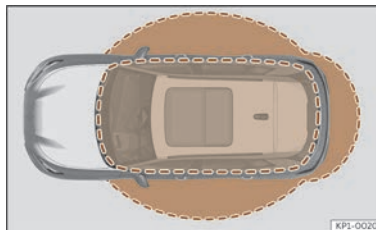

Abb. 73 Keyless-Access: Näherungsbereiche.
- Das Fahrzeug wird entriegelt, wenn der Zündschlüssel in einem Bereich in der Nähe erkannt wird >>> (Abb. 73). Alle Blinker des Fahrzeugs blinken zweimal.